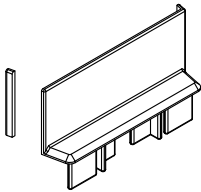
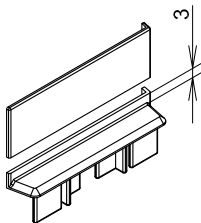

Abb.2 Bearbeitung der Endkappe 9C24 oben. Zuschnitt der Kappe im Einlaufbereich an der Sollbruchstelle.
Abb.3 Bearbeitung der Endkappe 9C24 unten. Zuschnitt wie oben (Abb.2) und zusätzliches Entfernen des Überstandes.
3. Abdeckkappen 9C24 bearbeiten (Abb.2 und Abb.3).